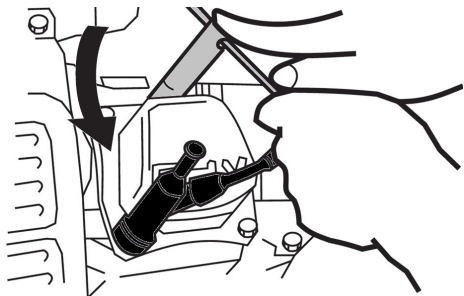

Рис. 19. Обслуживание свечи зажигания
2. Открутите свечу зажигания свечным ключом (Рис. 19).
1. Слейте топливо из топливного бака и карбюратора (Рис. 19).